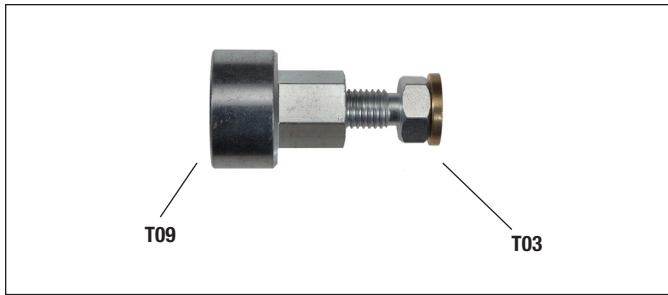
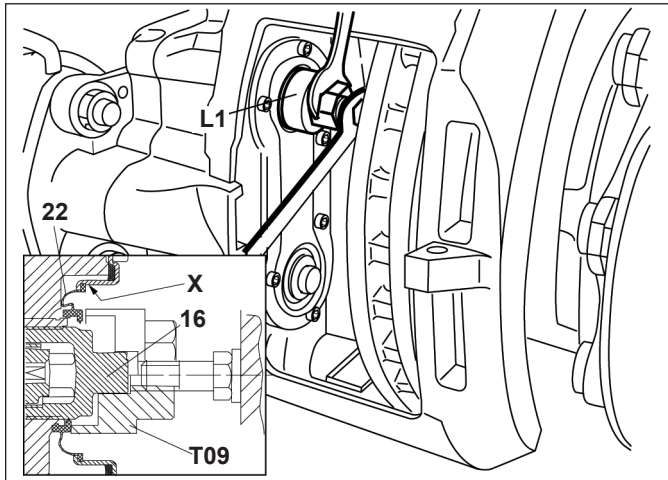

Figure 53 – Outil pour joint interne, étrier sur véhicule (L1)
Figure 54 – Pose du joint interne, étrier sur véhicule
5.5.12 Placer le joint interne de rechange (22) sur le tube fileté (16). Cf. les Figures 53 et 54 des outils utilisés et de leur agencement. Positionner l'outil L1 (T03 + T09) et son entretoise courte (T03) tel qu'illustré dans la Figure 54. Guider l'outil sur l'extrémité du tube fileté (16). Poser le joint interne neuf (22) en tournant l'écrou de réglage (partie T03 de l'outil) avec une clé à fourche.